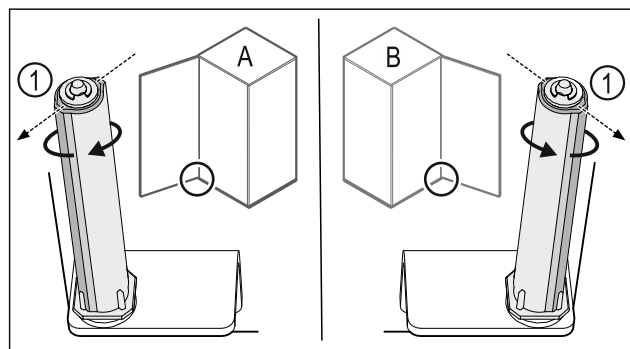

Fig. 37 Μεντεσέδες αριστερά (A) / Μεντεσέδες δεξιά (B)
- ▶ Περιστρέψτε το σύστημα κλεισίματος κόντρα στην αντίσταση, μέχρι ο κορμός του συστήματος κλεισίματος Fig. 37 (1) να είναι στραμμένος προς τα έξω.